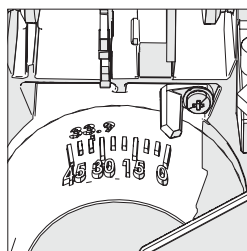

Fig. 8
- Asegúrese de que la cabeza de corte esté vertical, contra su tope y de que el puntero de bisel indique 0° en la escala (Fig. 8).